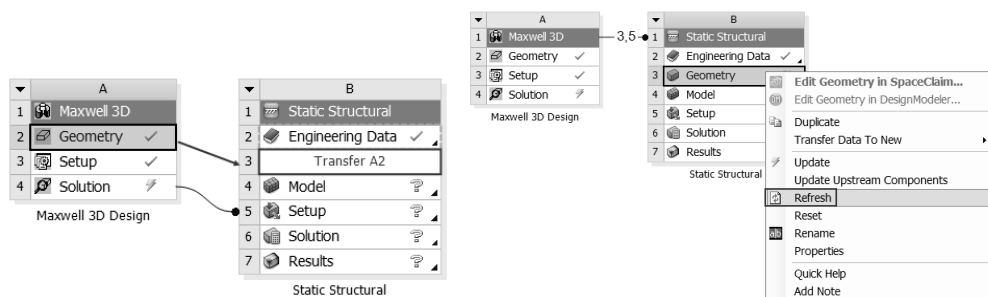

图 19-32 共享几何模型数据
Step2: 共享几何模型数据。选择如图 19-32 所示的 A2 (Geometry) 选项不放拖曳到 B3 (Geometry) 中。